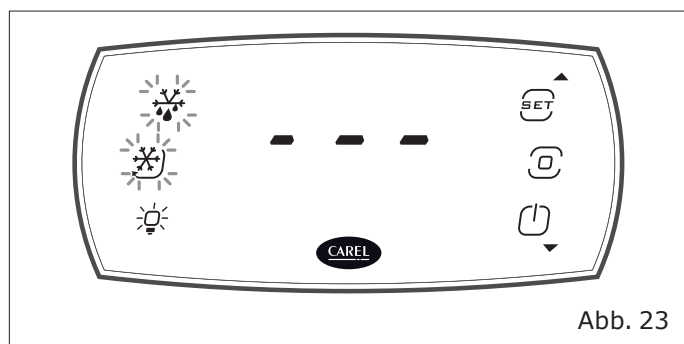

Abb. 23
- Durch erneutes Drücken des Symbols "Program" (2) für 3 Sekunden wird das Display entsperrt und wechselt in den Direktmodus zur Aktivierung der Aktoren/Funktionen; dabei werden nacheinander drei Striche "---" ("Abb. 23") sowie die Bediensymbole angezeigt (leuchten die Symbole dauerhaft, ist der Verbraucher/die Funktion aktiv; blinken sie, ist er/sie nicht aktiv).